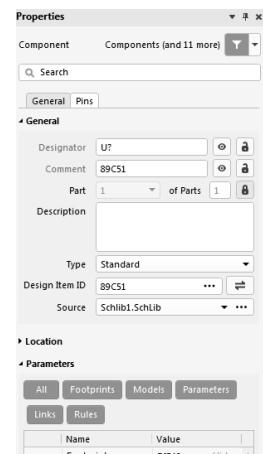

图 5-111 更改元件属性
(3) 在放置状态下按“Tab”键，或者放置完成之后双击，可以更改“89C51”元件的属性，如图 5-111 所示。